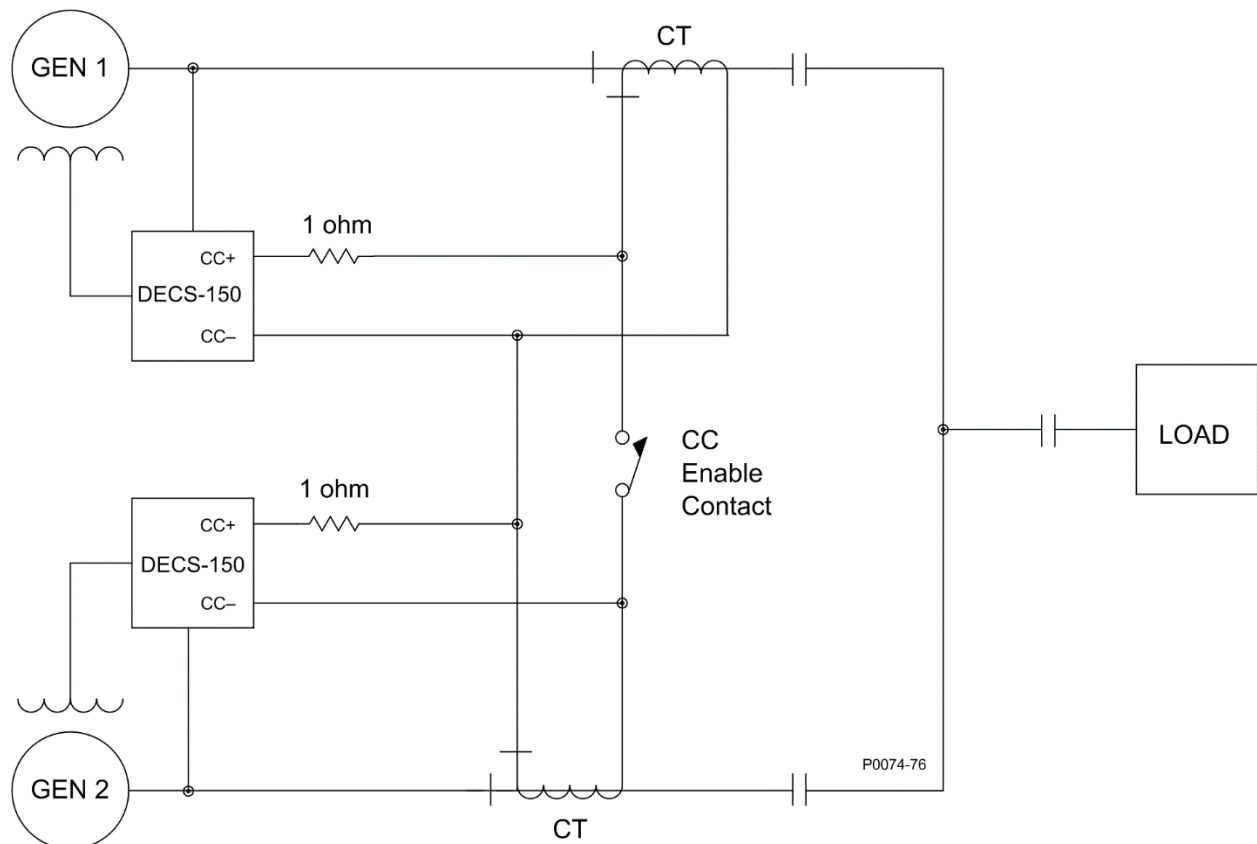

Figure 4-3. Connexions pour la compensation de courant contraire
Le mode de compensation de courant contraire (différentiel réactif) permet à deux ou plusieurs alternateurs mis en parallèle de partager une charge réactive commune. Comme l'indique la Figure 4-3, chaque alternateur est contrôlé par un à l'aide de l'entrée de compensation de courant contraire du DECS-150 (bornes CC+ et CC-) et d'un transformateur de courant (TC) externe dédié permettant de détecter le courant de l'alternateur. Les résistances illustrées dans la Figure 4-3 sont utilisées pour définir la charge et peuvent être réglées en fonction de l'application. Veillez à ce que la puissance nominale des résistances soit adaptée à l'application.